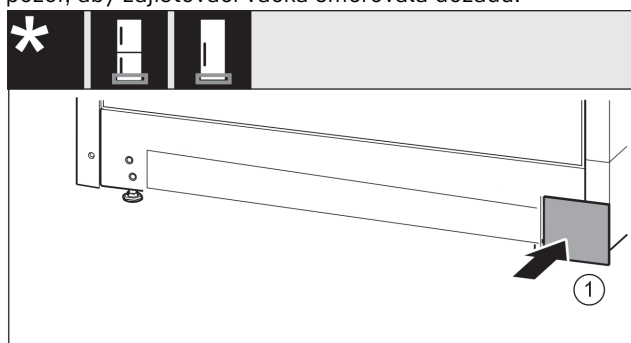

Fig. 48
- Kryt Fig. 48 (1) opět nasadte na druhé straně.